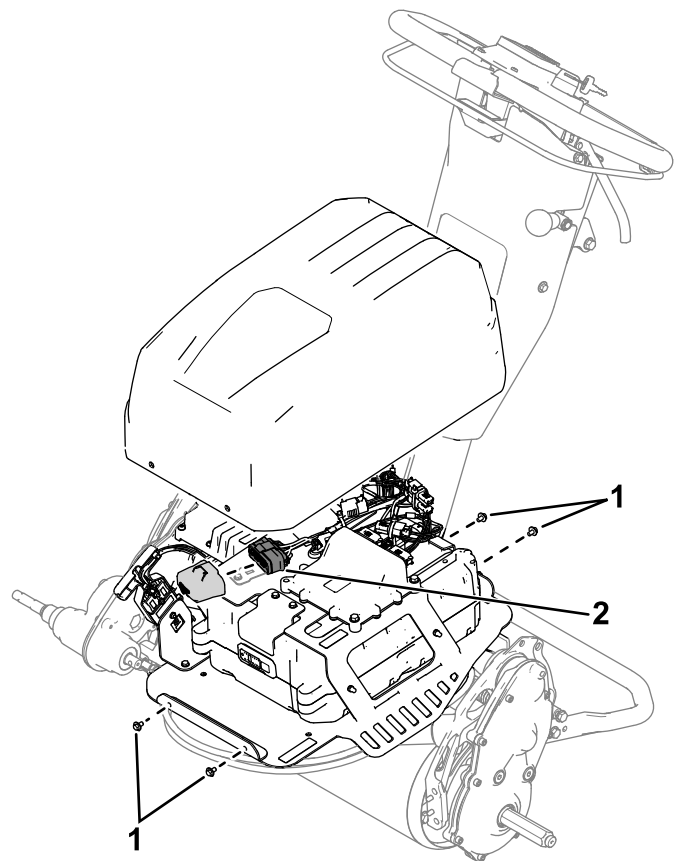

Bild 35
2. Entfernen Sie die vier Schrauben (Bild 35) der Akkupackabdeckung und nehmen Sie die Abdeckung ab.